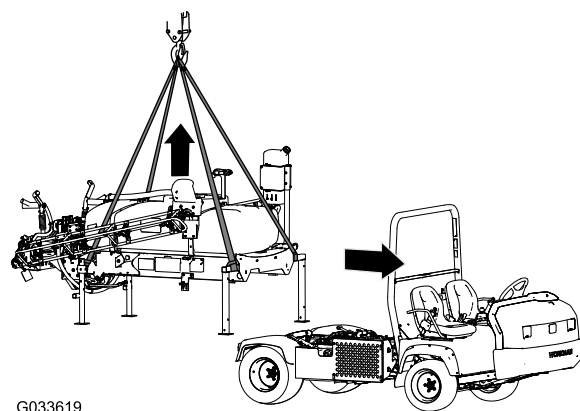

Figure 135
1. Abaissez les rampes à 45° environ et faites les pivoter en avant (Figure 135).
5. Attachez le matériel de levage aux tubes horizontaux des jambes de support avant et le montant vertical aux jambes de support arrière (Figure 135).
7. Levez le patin de la cuve à une hauteur suffisante pour éviter le patin de la machine (Figure 135).